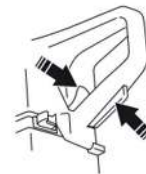

Рис. 24
7. После запуска нажмите и отпустите рычаг газа. Двигатель перейдет на холостые обороты (рис. 24);